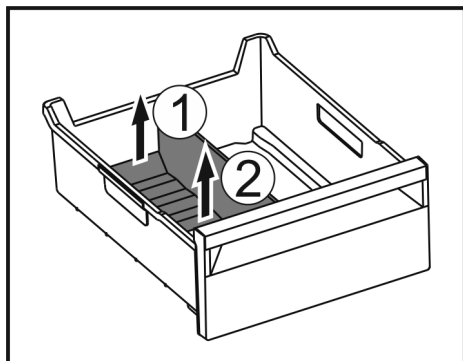

Fig. 102
- Zvedněte zadní část přepážky přihrádky na led. Fig. 102 (1)
- Přepážku přihrádky na led vyjměte nahoru. Fig. 102 (2)